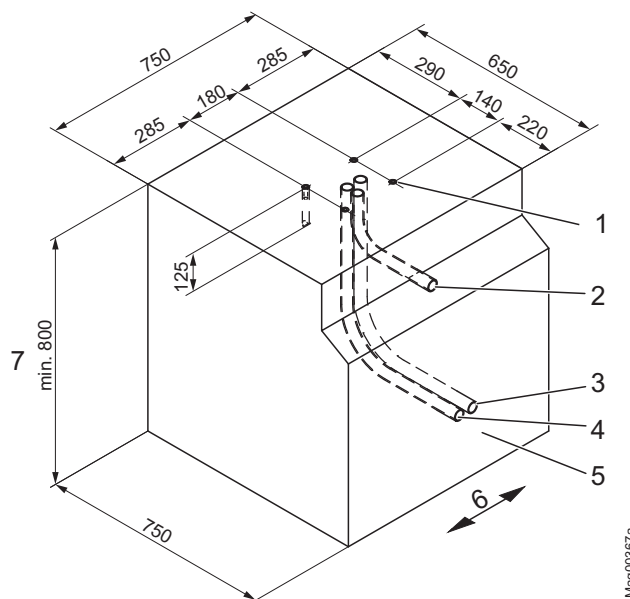

Bild 13: Fundamentschema Access XL (mått i mm)
→ Se sidan 50, Bild 12 och sidan 52, Bild 13.
→ Se sidan 52, Bild 13.
1. Schakta fundamenthållet enligt Bild 12 och Bild 13.
3. Placera kabelslangarna enligt Bild 13 i fundamenthållet.
5. Gjut fundamentet med betong enligt Bild 13.